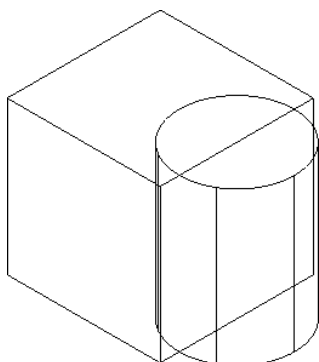

图 7-32 布尔运算-结合实例
- 01 在“文件”工具栏中单击“打开文件”按钮，打开如图 7-32 所示的图形。